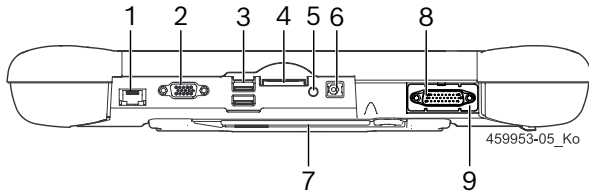

Fig. 2: Vue des ports du KTS 350
1. Brancher le câble de raccordement OBD sur le KTS 350 (fig. 2, pos. 8) et sur le véhicule à l'interface OBD.